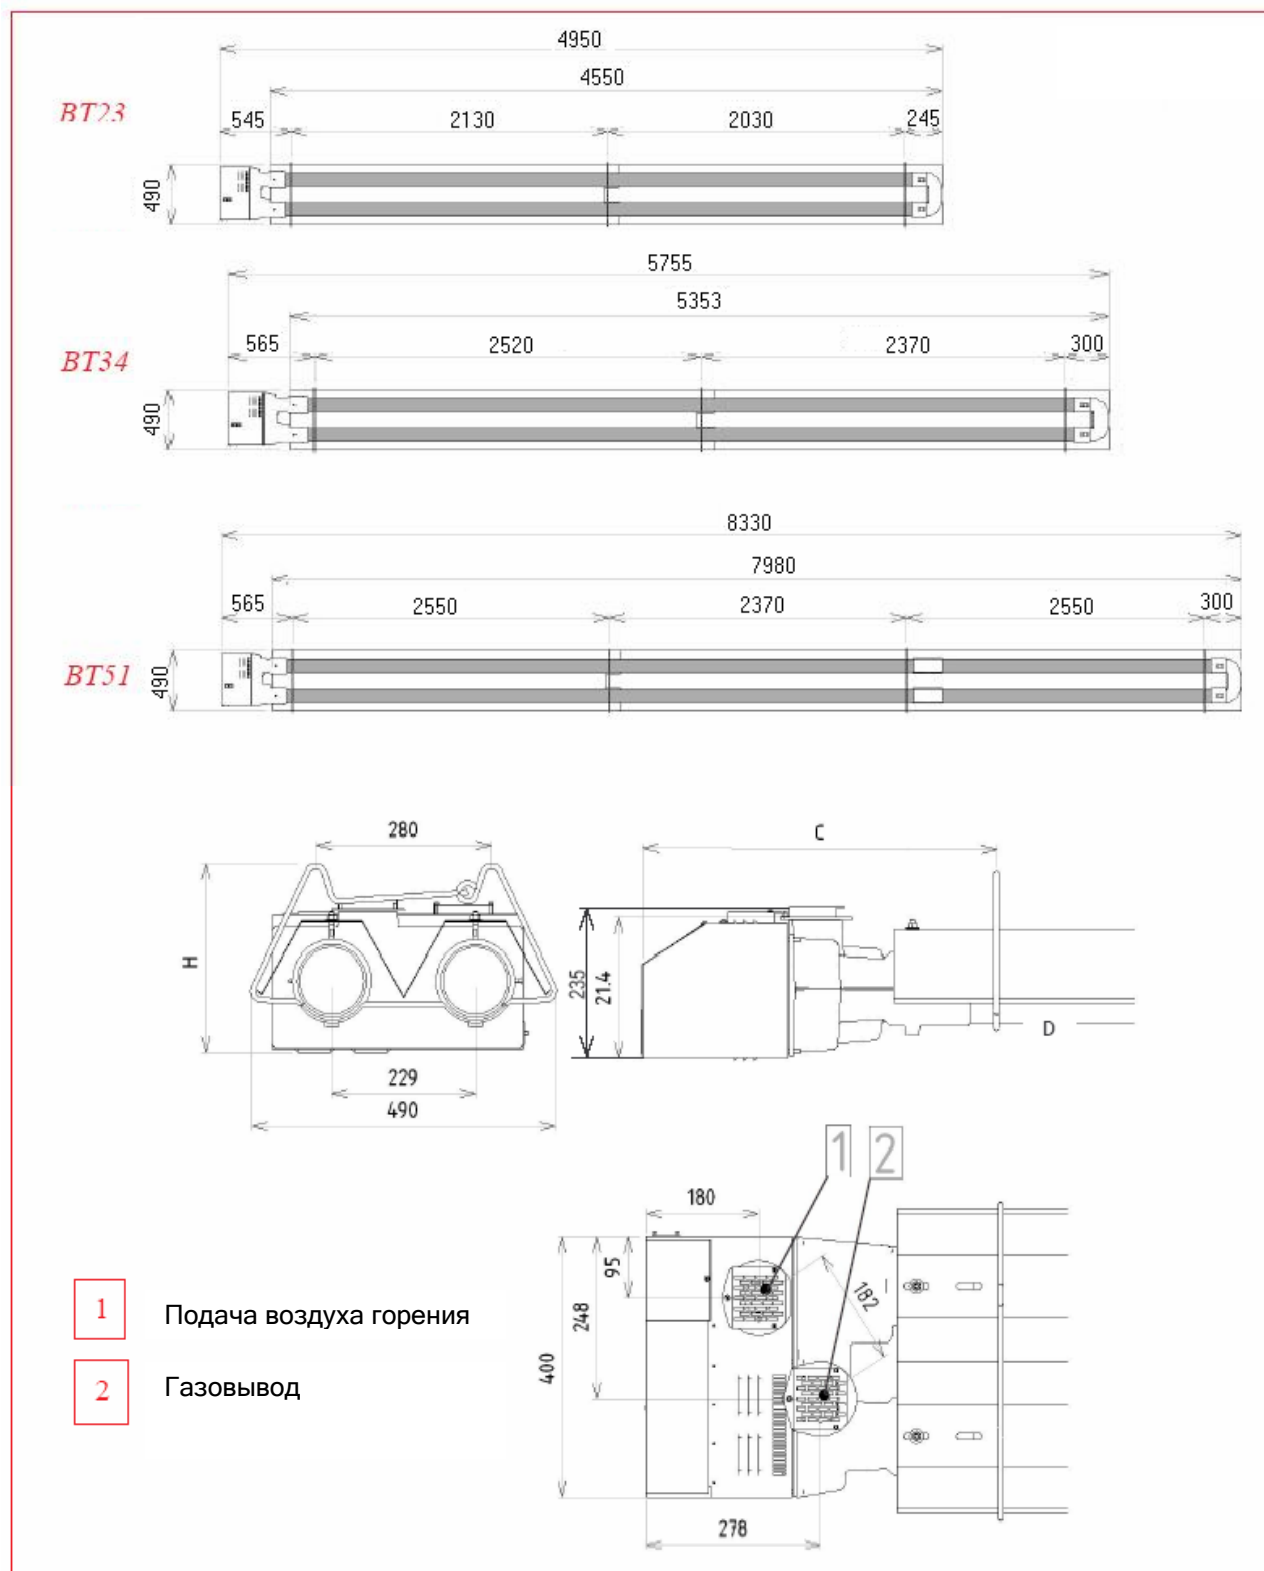

Рис. 7
- 2) Установите кронштейны для подвески, распределяя их по всей длине труб согласно рис.7.
2) Установите 4 кронштейна для подвески излучающих труб, распределяя их по всей длине труб согласно рис.7 (3 на длинные трубы, 1 на короткие трубы).